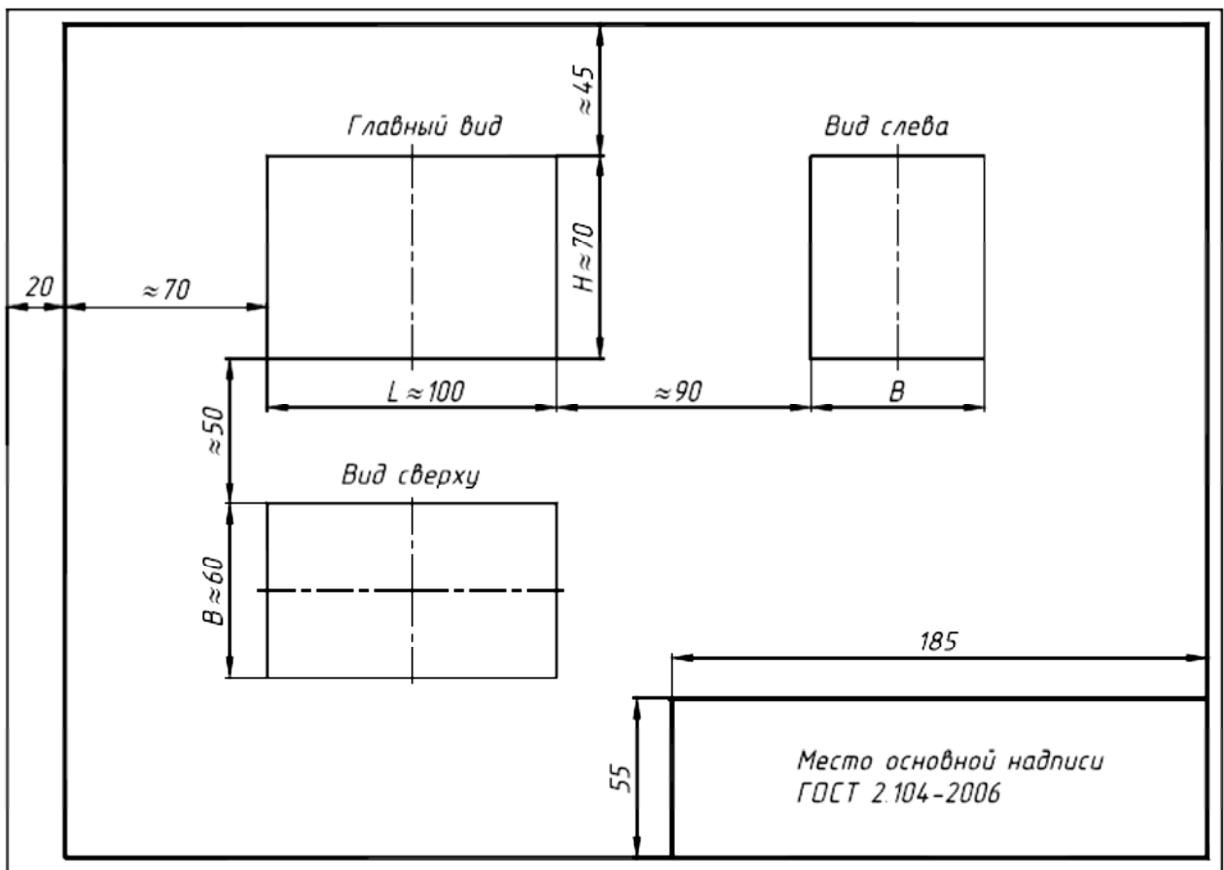

Рисунок 1 – Расположение изображений на чертеже
3. Выделить на листе ватмана соответствующую площадь для каждого из трех видов (вида спереди – главное изображение, вида сверху и вида слева). При этом обратить внимание на то, что изображения детали (виды) должны располагаться на листе равномерно, а не концентрироваться в одном углу. Расстояния между отдельными изображениями и самих изображений от линий рамки должны выбираться такими, чтобы обеспечить условия для нанесения размеров, условных обозначений и надписей (рисунок 1). Провести штрихпунктирные линии: оси поверхностей вращения, оси симметрии изображений. Осевые линии должны выходить за контур изображения не далее пяти мм.